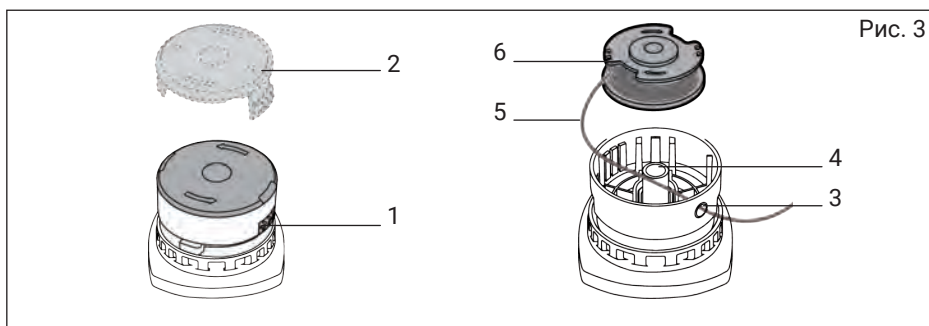

Рис. 3
Замена лески. (рис. 3 )
В случае если леска закончилась на катушке режущей головки (рис. 3), необходимо:
- нажать на пластиковые защелки (рис. 3, поз. 1) и снять верхнюю крышку катушки (рис. 3, поз. 2);
- снять катушку для лески (рис. 3, поз. 6) с шпинделя (рис. 3, поз. 4);
- намотать новую леску (рис. 3, поз. 5) диаметра указанного в таблице с техническими данными руководства по эксплуатации;
- продеть леску через выходное отверстие (рис. 3, поз. 3), после чего установить катушку на шпиндель;
- установить верхнюю крышку (рис. 3, поз. 2) и зафиксировать защелками до характерного щелчка.